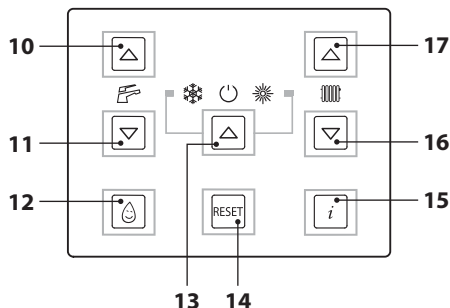
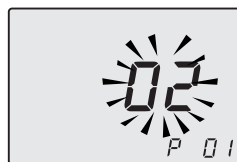

Рисунок 8.2
Рисунок 8.3
- войти в "режим программирования", нажав одновременно и удерживая в течение 10 секунд кнопки 13-16-17 (Рисунок 8.2), до появления на ЖК дисплее кода **P01** и значения параметра, которые указывают на вход в "параметр 01" (Рисунок 8.3);
- чтобы подтвердить внесенное значение, нажать кнопку 13 (Рисунок 8.2);